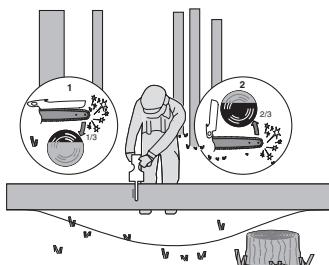

Figura 4
Dacă bușteanul se sprijină pe ambele capete, vezi figura 4, tăiați de sus 1/3 din diametru (1). Finalizați debitarea printre-o tăiere de jos în sus a diametrului rămas (cele 2/3 rămase) (1), având grijă să întâlniți tăietura de sus.